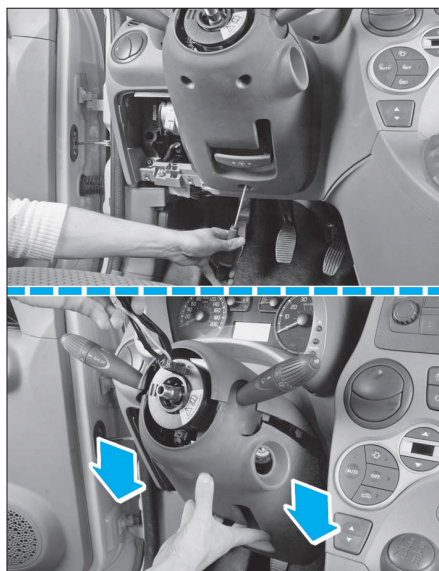

FIG. 32
- Déposer les vis de fixation de la coquille inférieure de direction (Fig.32), puis la décliper comme illustré.